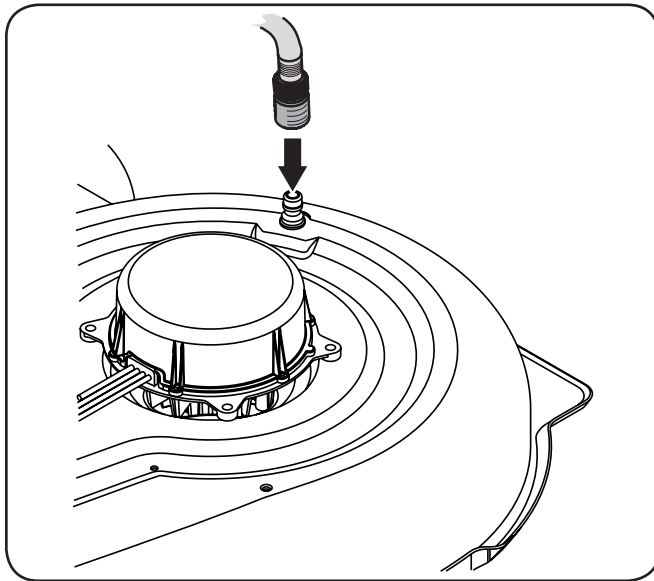

Figure 6-2
- Installez l'adaptateur du boyau sur le gicleur situé sur le côté gauche du plateau de coupe. Voir Figure 6-2.